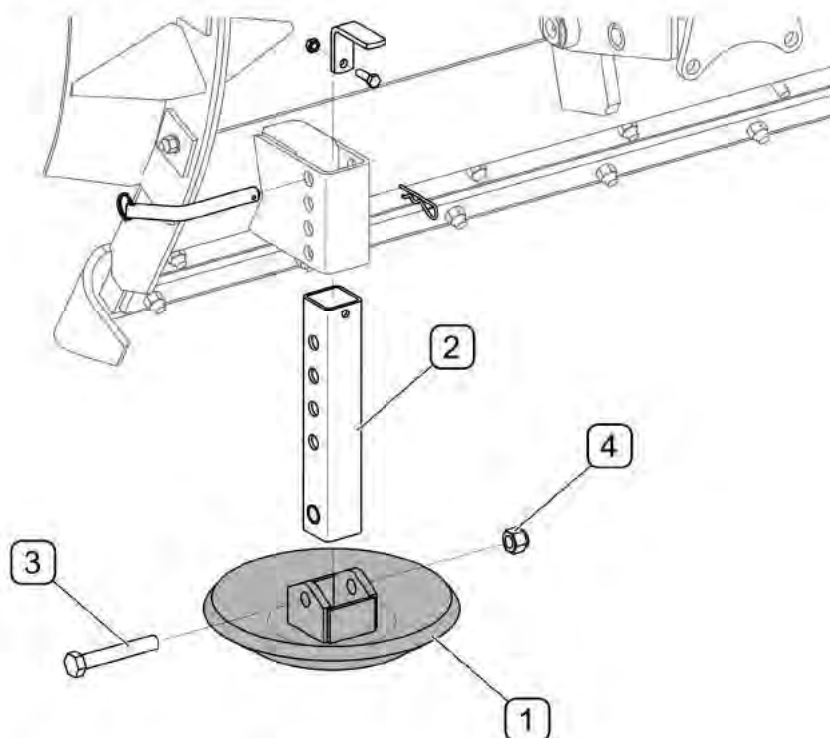

РИСУНОК 5.6 Замена скользящего элемента
(1)-скользящий элемент; (2)- ползун; (3)- болт; (4)- гайка;
Отработанные и поврежденные элементы скользящих элементов нужно заменить новыми (РИСУНОК 5.6). Для этого нужно поднять плуг и поставить на стабильные и прочные упоры. Если плуг навешен и поднят на передней трехточечной системе навески, то необходимо дополнительно предохранить его от оседания, □ выключить двигатель трактора и поставить его на стояночный тормоз. Отвинтить гайку (4), вынуть болт (3), скрепляющий скользящий элемент (1) с ползуном (2). Проверить скользящий элемент и остальные элементы